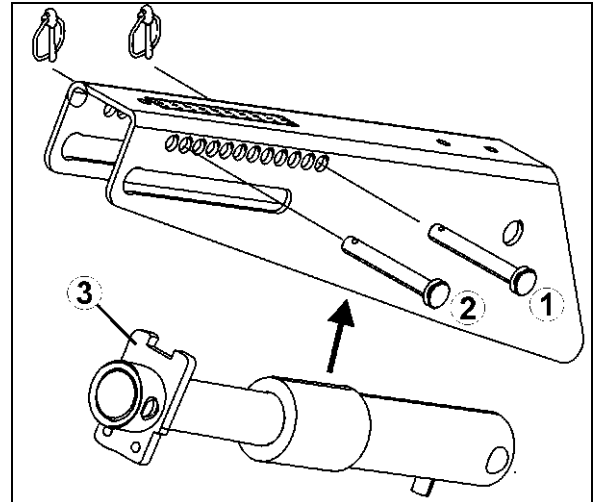

Fig. 119
3. Sett en bolt under (Fig. 119/1) og over (Fig. 119/2) stoppunktet (Fig. 119/3) i justeringssegmentet, og sikre med splinter.